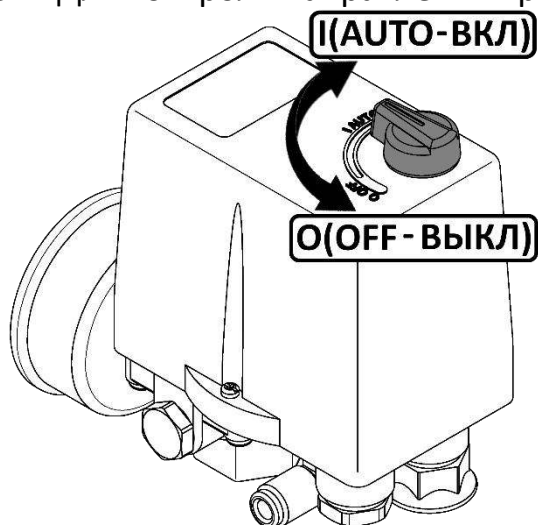

Рисунок 3
- Проверьте, чтобы выключатель на прессостате находился в выключенном положении "OFF" (см. рисунок 3).
- Выключить компрессор выключателем на прессостате. Для этого необходимо переключить выключатель в положение "OFF" или "O", в зависимости от исполнения (см. рисунок 3). После этого остановится электродвигатель и произойдет сброс давления из нагнетательного воздухопровода и поршневого блока.
Для пуска компрессоров СБ4/С-100.LB75, СБ4/Ф-270.LB75, СБ4/Ф-270.LB75В, СБ4/Ф-500.LB75, СБ4/Ф-500.LB75ТБ после срабатывания защиты выполните следующие действия: после того, как двигатель остынет до допустимой температуры переключите выключатель на прессостате в положение "OFF" (см. рисунок 3), а затем включите компрессор переключив выключатель в положение "AUTO".